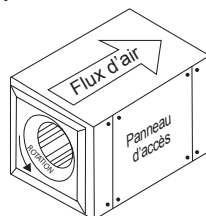

Figure 4
- Démarrer la soufflante et l'arrêter immédiatement pour vérifier que le sens de rotation de la turbine correspond à la flèche dans le compartiment du moteur. La turbine doit tourner dans le sens contraire des aiguilles d'une montre lorsqu'elle est vue par le côté admission de l'appareil. Voir la Figure 4.
2. L'appareil tourne à l'envers	2. Corriger comme indiqué à la Figure 4